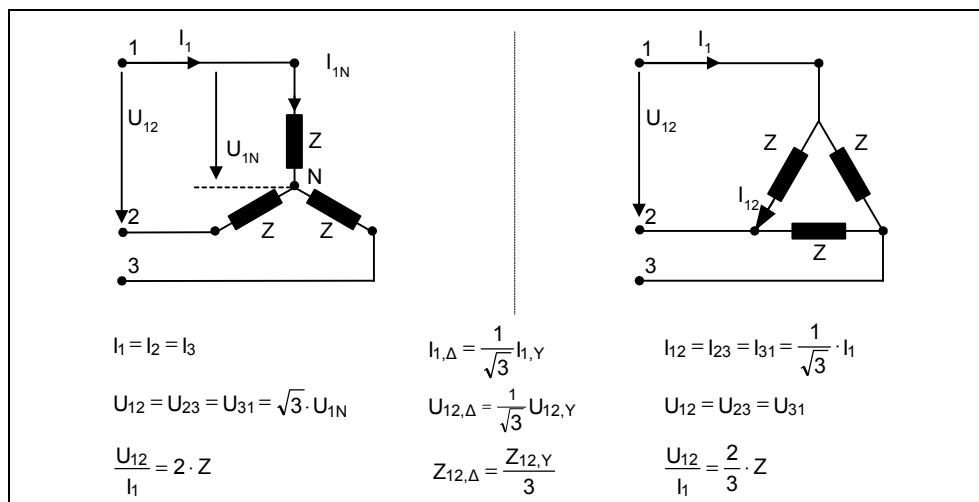

Figura 3-19 Collegamento a stella / collegamento a triangolo
- se i dati nominali del motore disponibili (P0304, P0305, P0350) non sono congruenti con il collegamento del motore, occorre ricalcolarli opportunamente (vedere Figura 3-19) e reimpostarli nuovamente.